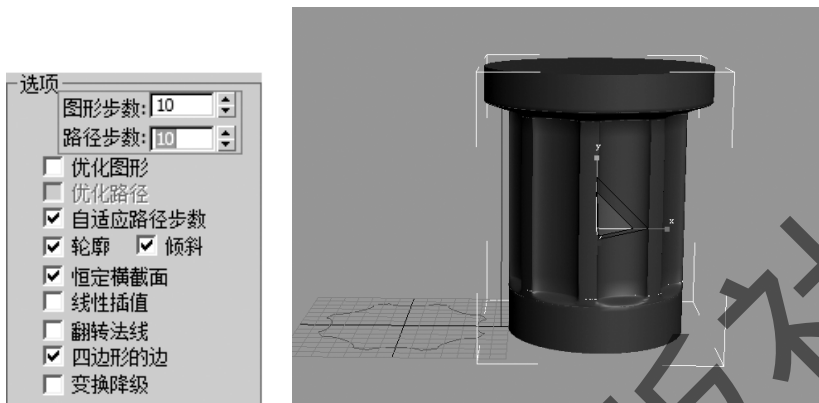

图 4-47 “图形步数”和“路径步数”
Step24: 展开“蒙皮”卷展栏, 将“图形步数”和“路径步数”调为 10, 使模型更加圆滑, 如图 4-47 所示。